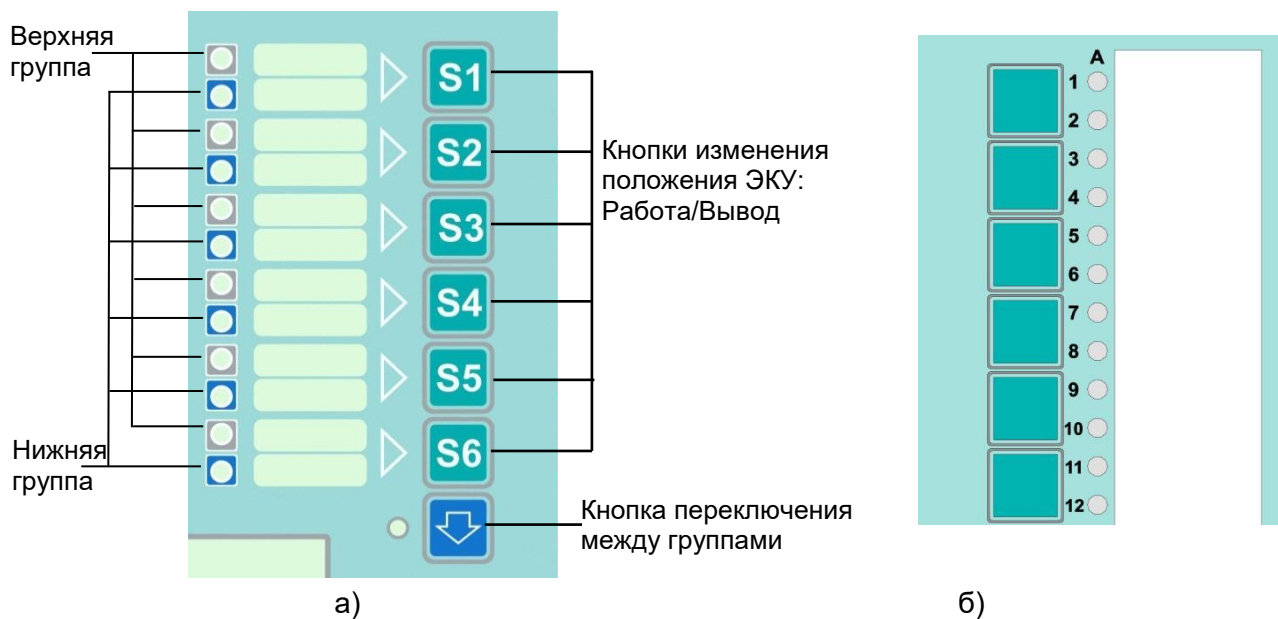

Рисунок 7 – Примеры ЭКУ
2.3.4.7.1 На лицевой панели терминала (см. приложение Д.1) могут располагаться ЭКУ (см. рисунок 7). Наличие и количество ЭКУ определяется проектом. ЭКУ является аналогом оперативного ключа управления на двери шкафа РЗА. ЭКУ предназначен для оперативного изменения режимов работы функций терминала.
1) ЭКУ состоит из двух групп: верхняя и нижняя (см. рисунок 7 а). ЭКУ каждой группы может находиться в двух положениях: «Работа»/«Вывод». Светодиоды отображают текущее положение: в положении ЭКУ «Работа» светодиод горит, в положении «Вывод» – не горит.
2) изменение положением ЭКУ осуществляется нажатием на ЭКУ (см. рисунок 7 б). Индикация положения ЭКУ осуществляется на двух светодиодах – положение «Введено» зеленого цвета, положение «Выведено» желтого цвета.